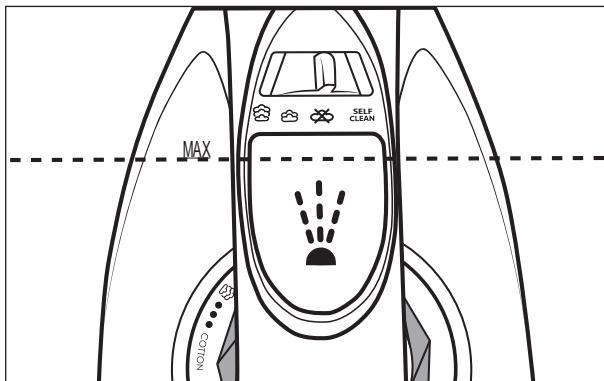

Fig. 1
- Fyld vandbeholderen **2** op til den maks. markering **MAX** med målebægeret **11** (se fig. 1).